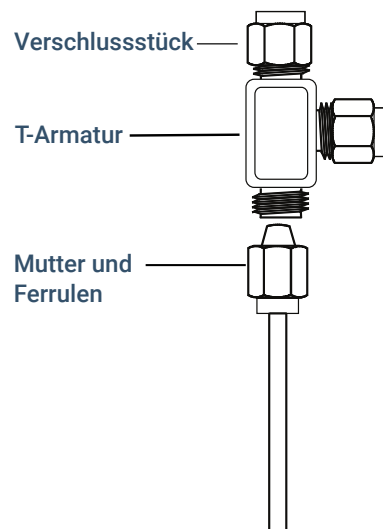

Abbildung 21. Swagelok-T-Stück
1. Schneiden Sie die Leitung dort durch, wo Sie das T-Stück installieren möchten. Verbinden Sie Leitung und T-Stück mit einem Swagelok-Fitting. Siehe **Abbildung 21**.